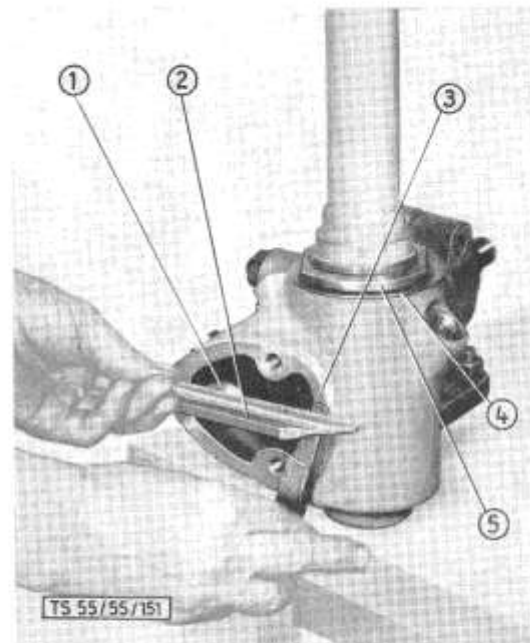

Bild 168: Einstellen des Lenkstockhebelwellenspiels
- b) Mit Haarlineal und Fühllehre (Bild 168) die Papierdichtungsstärke feststellen.